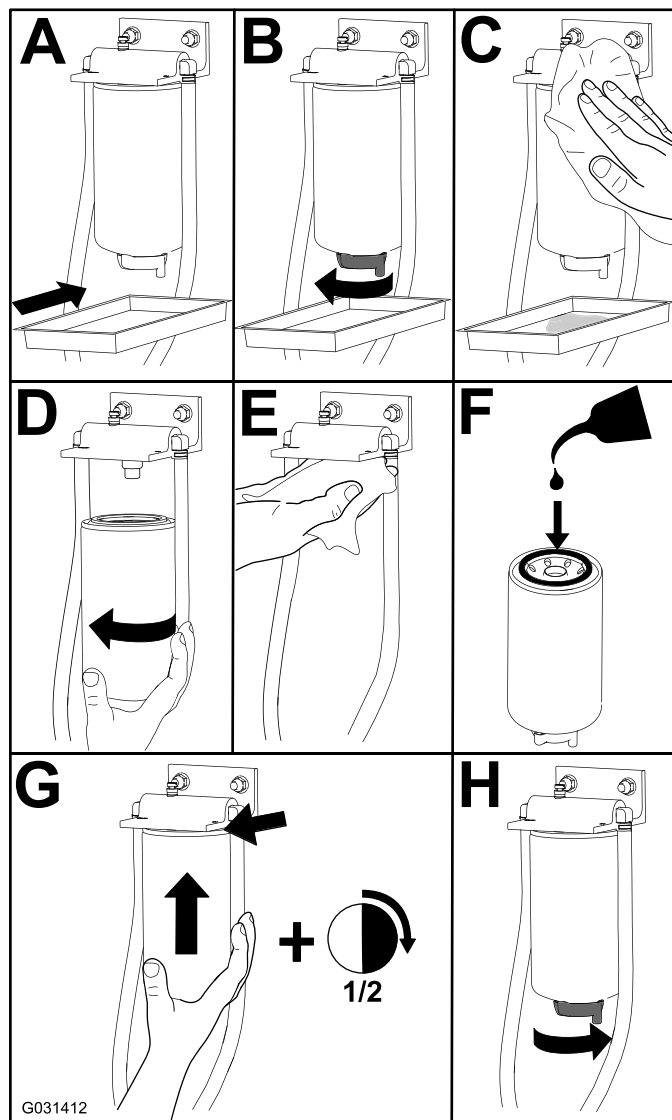

Figure 84
1. Remplacez le filtre comme montré à la Figure 84.